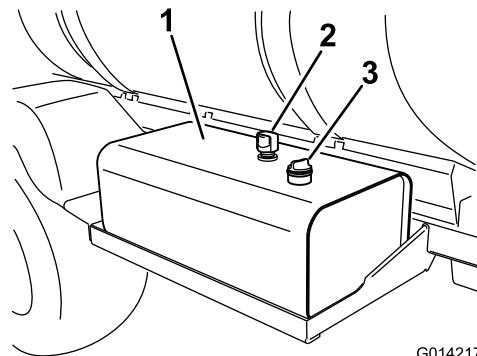

図 104
2. 油圧オイルタンクのディップスティックキャップ周辺をきれいに拭きキャップを外す **図 104**